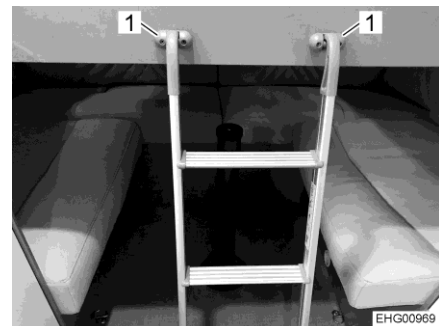

Bild 69 Aufstiegsleiter
- Aufstiegsleiter an den beiden Halterungen (Bild 69,1) einhängen. Dabei auf sicheren Stand der Aufstiegsleiter achten.